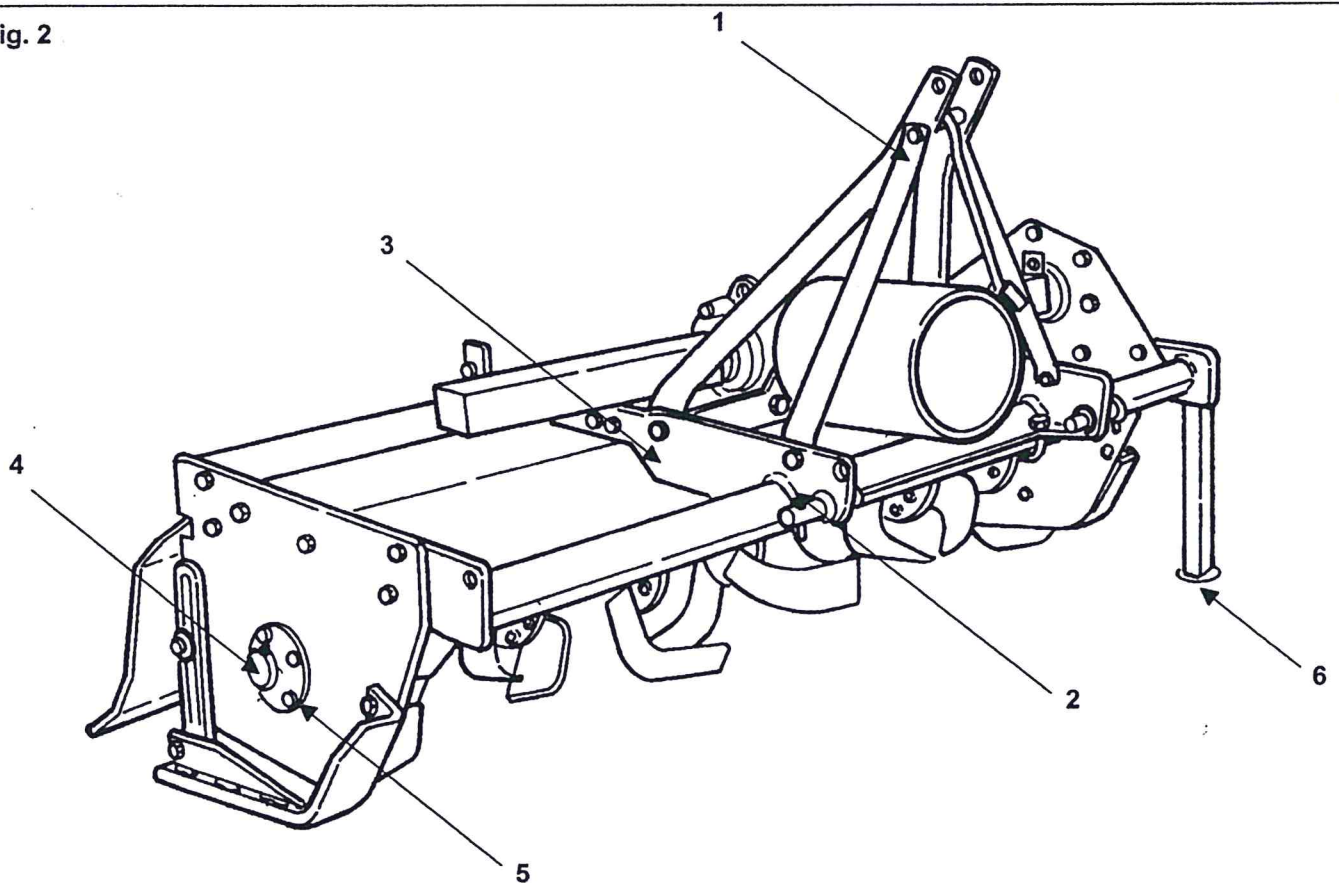

Fig. 3
6. Nachdem der verschiebbare Rahmen (siehe **Nr. 2, Abb. 3**) in die gewünschte Position gebracht wurde, wird er befestigt, indem die Muttern der Befestigungs-Bügelschrauben fest angezogen werden (siehe **Nr. 3, Abb. 3**).
8. Die querlaufende sechswinklige Hauptwelle ist durch eine teleskopische Schutzvorrichtung aus Metall geschützt (siehe **Nr. 4, Abb. 3**). Bei ihrer Montage wird wie folgt vorgegangen: Den verschiebbaren Anschluß gegen den Boden des Gehäuses (linke Seite) rücken. Die Schutzvorrichtung der sechswinkligen Welle sowohl am Boden des Gehäuses als auch am verschiebbaren Anschluß mit den dafür vorgesehenen Schrauben festmachen (siehe **Nr. 1, Abb. 3**). Den verschiebbaren Anschluß so verschieben, daß sich die Schutzvorrichtung ausdehnt. Sicherstellen, daß die so geöffnete Schutzvorrichtung nicht die sechswinklige Welle berührt und daß sie so parallel wie möglich zum Rahmen verläuft. Den verschiebbaren Anschluß zwei bis drei mal bis zu seinen äußersten Enden hin und herrücken und dabei sicherstellen, daß sich die teleskopische Schutzvorrichtung ohne Schwierigkeiten öffnet und schließt. **Durch eine leichte Schmierung der sechswinkligen Welle wird das Gleiten erleichtert.**
9. Die rechte Schutzvorrichtung (siehe **Nr. 5, Abb. 3**) am verschiebbaren Anschluß mit den dafür vorgesehenen Schrauben befestigen und sicherstellen, daß auch diese die sechswinklige Welle nicht berührt.